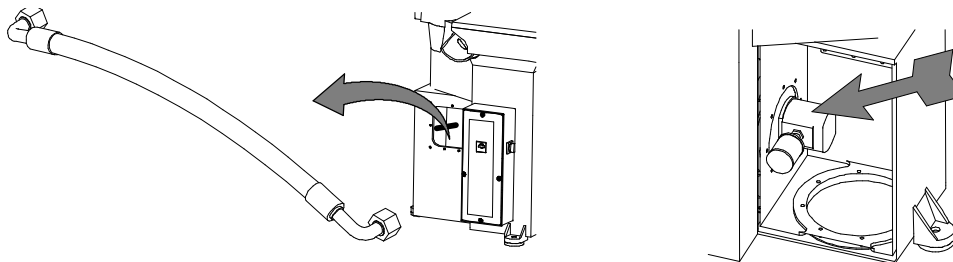

Abb. 27
a) Kontrollieren, daß aus der Öldruckleitung (Code 02003636, Detailzeichnung 5-6-7) und aus den entsprechenden mechanischen Kupplungen kein Öl ausläuft, während die Maschine versucht, zu stanzen (links Abb. 27).
b) Außerdem kontrollieren, daß aus dem Ölpumpengehäuse (für S/SE108: Code 02001196 (50Hz) - Code 02001162 (60Hz); für S/SE120C: Code 02003899 (50 Hz) - Code 02003898 (60 Hz); für S120/122/124C/124/125C/125/125L: Code 02003900 (50 Hz) - Code 02003899 (60 Hz), Detailzeichnungen 5-6-7) kein Öl herausläuft (rechts Abb. 27).